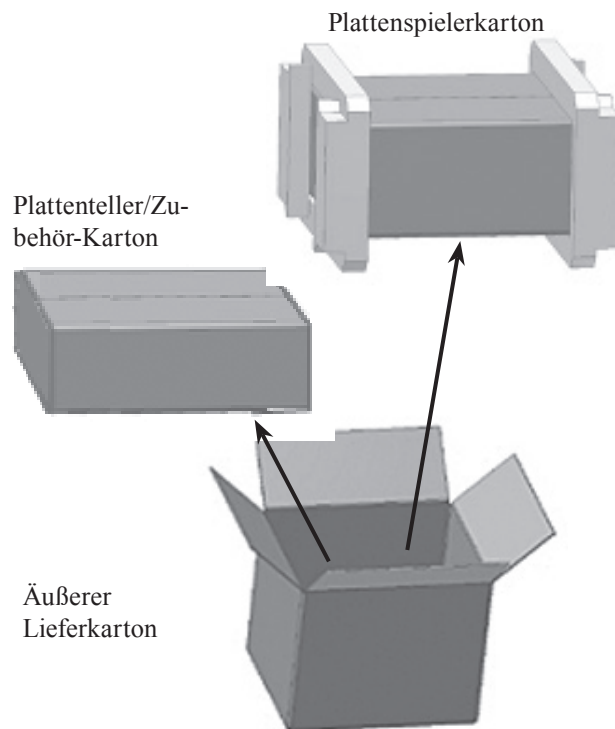

Abbildung 1
1. Nachdem Sie den äußeren Lieferkarton geöffnet haben, nehmen Sie den Plattenspieler-Innenkarton (hat zwei aufgesteckte Abschlusskappen aus Schaumstoff) und den Plattenteller/Zubehör-Innenkarton heraus. Siehe Abbildung 1.